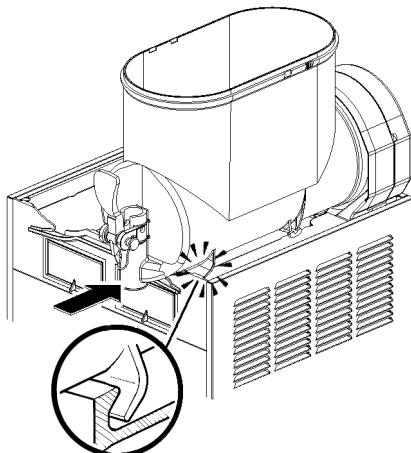

figura 15
- 7** Montar el contenedor y empujarlo hacia la pared posterior, controlando que calce completamente en la junta y, al mismo tiempo, que sus ganchos inferiores coincidan con las correspondientes salientes del plano de goteo (ver figura 15).